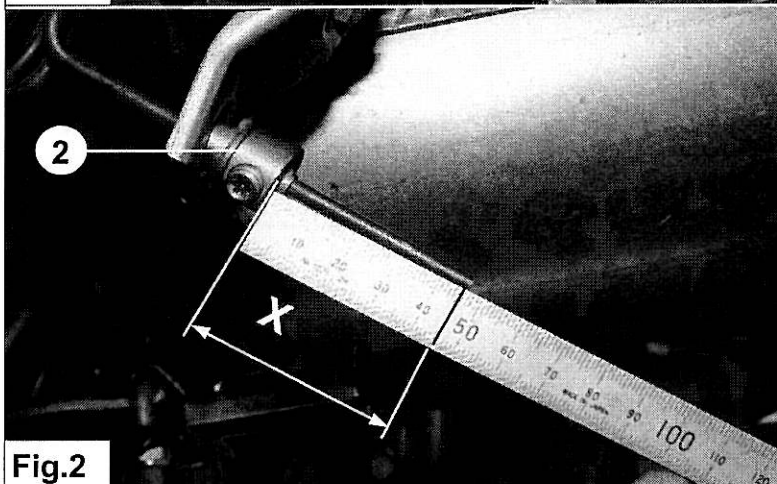

Fig.2
4. Adjust the LSV with sliding peace 2 so that $X=46\text{mm} \pm 0.5$ See Fig. 2.
4. Réglez le CFA avec la pièce coulissante 2, de sorte que $X = 46\text{mm} \pm 0,5$. Voir fig. 2.
4. Ajuste la LAR mediante la parte corredera 2, hasta que $X = 46\text{mm} \pm 0,5$. Véase fig. 2.